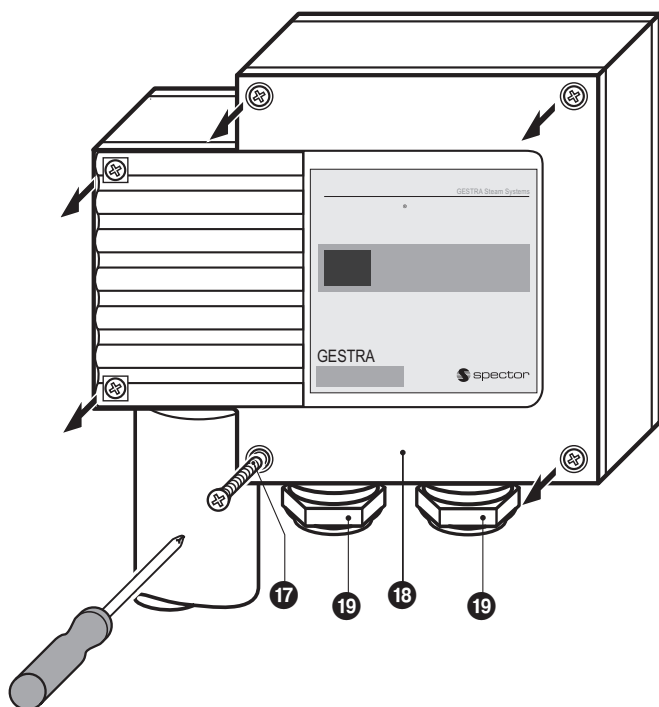

Fig. 6
1. Deckelschrauben 17 lösen, Gehäusedeckel 18 abnehmen. **Fig. 6**
1. Deckelschrauben 17 lösen und den Gehäusedeckel 18 abnehmen. **Fig. 6**
1. Deckelschrauben ⑰ lösen, Gehäusedeckel ⑱ abnehmen. **Fig. 6**
1. Deckelschrauben **17** lösen, Gehäusedeckel **18** abnehmen. **Fig. 6**